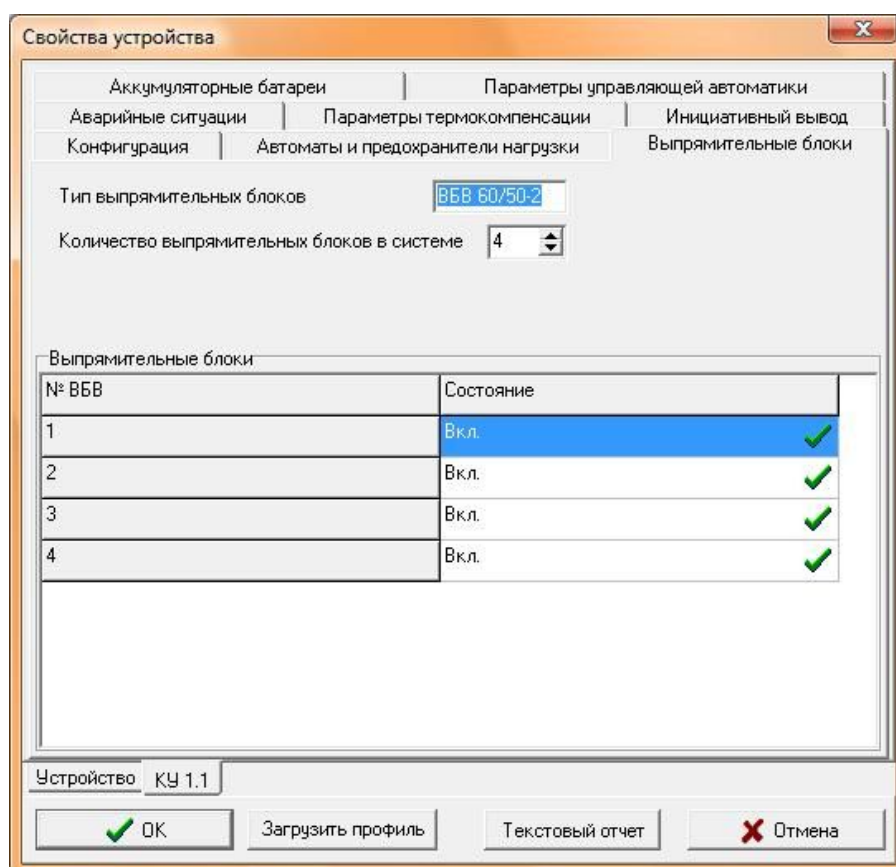

Рис. 99. Вкладка «Выпрямительные блоки»
- **Таблица** — подключенные ВБВ. Для подключенных ВБВ в поле состояния указывается надпись «Вкл.» и иконка . Для отключенных ВБВ в поле состояния указывается надпись «Выкл.» и иконка . Рис. 99.